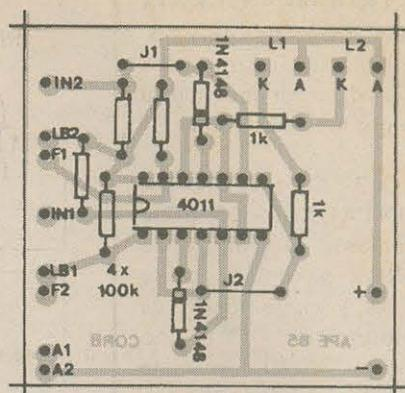

Fig. 3
- FIG. 3 - CHAPEADO DA MONTAGEM - A parte puramente eletrônica do CORB é - na verdade - muito simples, já que o número de componentes (como dissémos...) ficou bastante reduzido, as interligações e soldagens entre as peças são poucas e simples... Já na parte externa à placa, a coisa exigirá maiores cuidados e atenções, porém falaremos disso mais adiante, quando tratarmos das próximas figuras... Por enquanto, basta notar que o
impresso é agora mostrado pela sua face não cobreada, os componentes situados em seus lugares finais, identificados pelos respectivos códigos, valores, indicativos de polaridade, etc. Três são os componentes polarizados, cujas posições devem rigorosamente seguir a indicação do diagrama - o integrado, com sua extremidade marcada diretamente apontando para a borda da placa que contém o ponto de ligação externa IN1, e os dois diodos, ambos com suas extremidades de **catodo** (marcadas pela faixinha ou anel...) viradas para a região central da placa, na direção do integrado... Atenção para não *enfiar* resistores de 1K no lugar de algum de 100K e/ou vice-versa (quem ainda não souber ler direitinho o código de cores, deve recorrer ao TABELÃO APE...). Também é fundamental não esquecer dos dois *jumpers* (J1 e J2), que não passam de pedacinhos de fio interligando diretamente furos/ilhas da placa... Finalizadas as inserções (os componentes devem ficar rentes à placa, para maior elegância e menor possibilidade de defeitos...) e soldagens, é conferir tudo (conforme recomendamos até encher o saco, mas isso é importante...), remendando eventuais erros, corrigindo falhas, aprimorando os pontos de solda mal-feitos, essas coisas... Mais vale perder alguns minutos numa cuidadosa conferência nesse estágio, do que arrancar os cabelos depois, tentando encontrar o motivo de um circuito não funcional quanto tudo já estiver interligado... Observar, ainda no diagrama da FIG. 3, que as bordas da placa mostram muitos